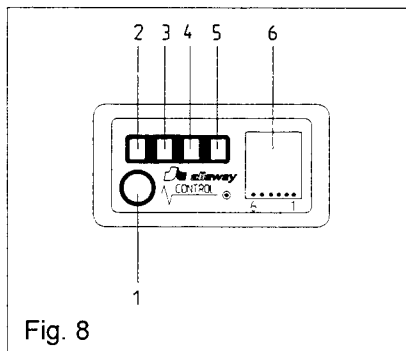

Fig. 8
Sändarens fastsättningsficka (D) måste vara fäst vid handtaget eller förlängnings-röret så, att metallöglan i botten av sändaren ligger mot *metallytan*, vilken fungerar som antenn för sändaren. Centralenheterna CA och CXA kan även startas från manöverpanelen på centralenheten (se fig. 8) och stoppas genom att stänga sugdosan, varvid centralenhetens strömningsvakt stoppar motorn efter ca 20 sekunder.
Manöverpanelens funktioner för modellerna CXA (fig. 8)